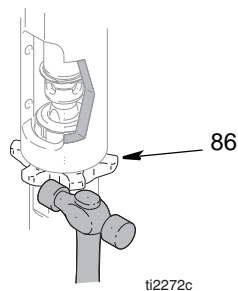

图 9
5. (图 9) 松开防松螺母 (86)。将泵拧出 (111)。